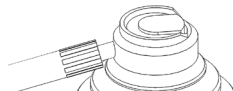

Fig. 5
3. Instale el adaptador de aerosol apropiado en la boquilla de la tapa universal del aerosol Brasseler HP (5029861U0) (Fig. 5).